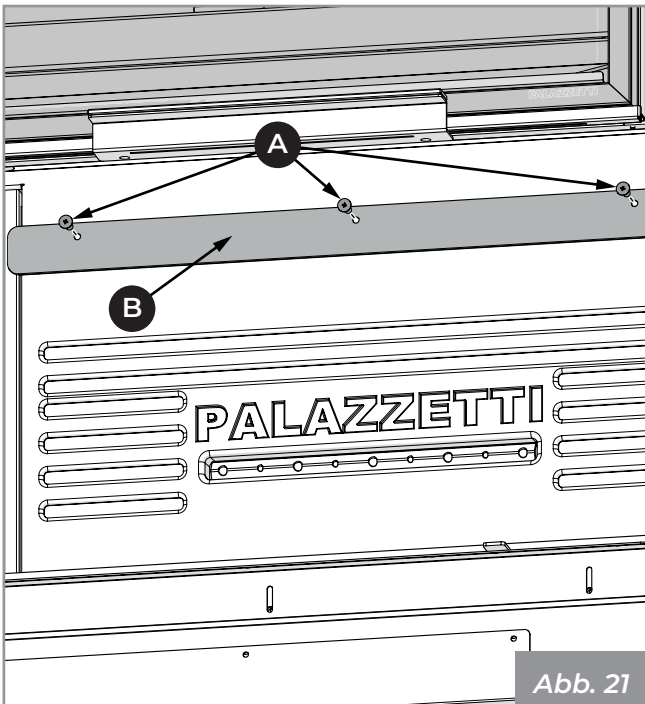

Abb. 21
- 1) Lösen Sie die Schrauben (A) und entfernen Sie die Halterung (B), mit der das feuerfeste Rückenstück befestigt ist (Abb. 21).